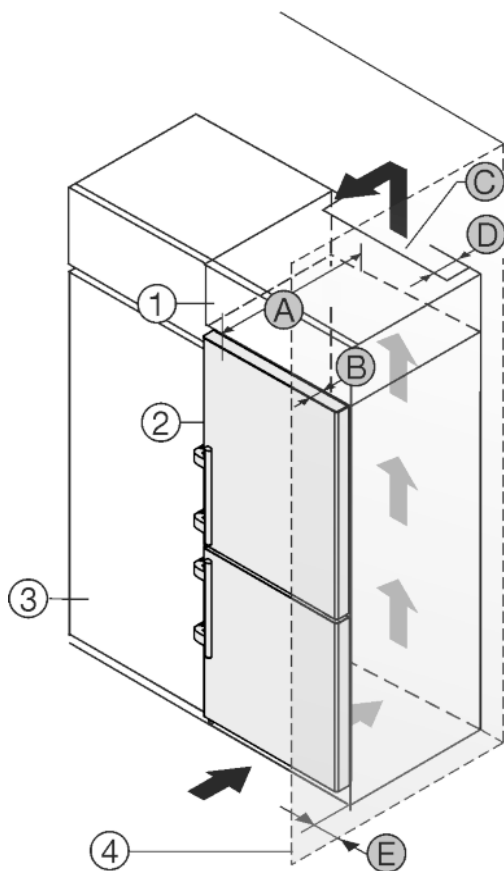

Fig. 42
Устройство может быть окружено кухонными шкафами. Чтобы уравнивать устройство Fig. 42 (2) по высоте с кухонной стенкой, можно установить над устройством дополнительный шкафчик Fig. 42 (1).
Установить устройство можно непосредственно рядом с кухонным шкафом Fig. 42 (3). Чтобы можно было полностью открыть двери, устройство должно выступать на глубину Fig. 42 (B) относительно передней стенки кухонного шкафа. В зависимости от глубины кухонных шкафов и использования пристенных распорок устройство может выступать и больше.
- На задней стенке дополнительного шкафчика должен быть вентиляционный канал с глубиной Fig. 42 (D) по всей ширине этого шкафа.
- Нужно соблюдать вентиляционное отверстие Fig. 42 (C) под нижней панелью.
Если устройство установлено на шарнирах у стены Fig. 42 (4), то нужно соблюдать расстояние Fig. 42 (E) между устройством и стеной. Настолько выступает ручка при открытой двери.